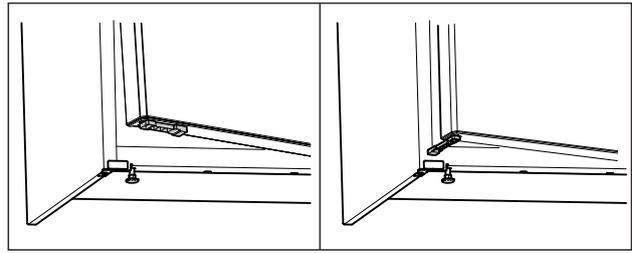

Fig. 72 \*
- ▶ Türöffnungsbegrenzer um 90° drehen. (siehe Fig. 72) \*